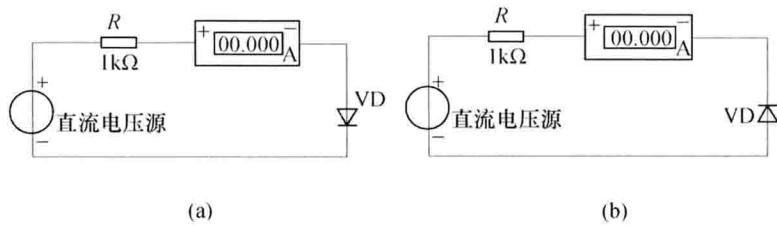

图 1-2 二极管伏安特性曲线测量电路
- (1) 按图 1-2 (a) 连接电路。
- 2) 反向测试: 按图 1-2 (b) 对调二极管的正负极, 按表 1-2 要求输入电压, 将测得的数据记录下来。